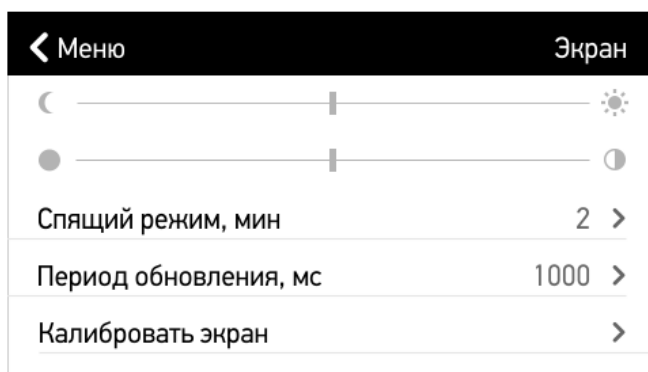

Рисунок 4.27. Меню «Экран».
- «Экран» (рис. 4.27) позволяет изменять следующие настройки: